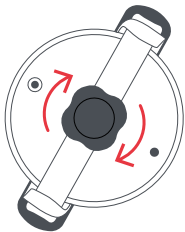

Fig. 9
(35) a cada uma das garras e certifique-se de que fica bem encaixada, deslizando os dedos em redor da tampa.
3 Rode o botão de aperto (33) no sentido dos ponteiros do relógio (Fig. 9). Proceda ao fecho definitivo rodando o botão de aperto (33) entre 1 e 1/2 e 2 voltas, até o travessão (35) ficar bem fixo por baixo das garras (37) e a tampa (1) ficar completamente fechada.